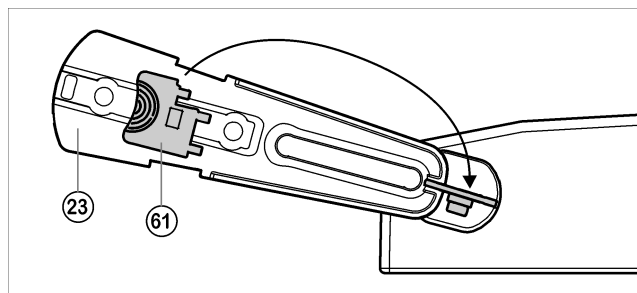

Fig. 12
- ▶ Отсоедините входящий в объем поставки шаблон *Fig. 12 (61)* от опорного кронштейна и заблокируйте им опорный кронштейн *Fig. 12 (23)* и втулку от поворота.